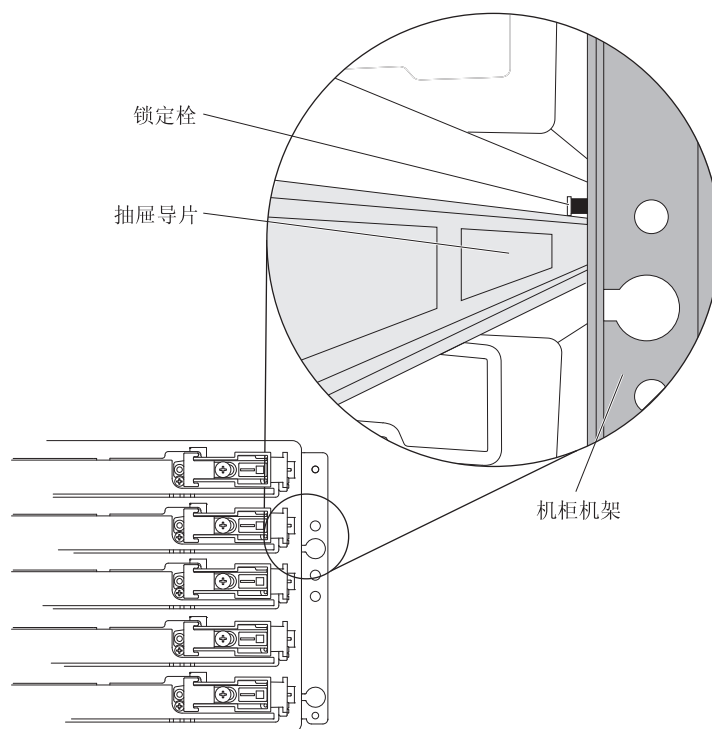

图 91. 位于抽屉导销上方的锁定滚轮
- a. 在存储扩展机柜的前部，将新的驱动器抽屉安装到插槽中，确保锁定滚轮位于抽屉导销的顶部。锁定滚轮是连接到机架的一个小定位部件。第 135 页的图 91 显示了从机柜前部看到的锁定滚轮的位置。